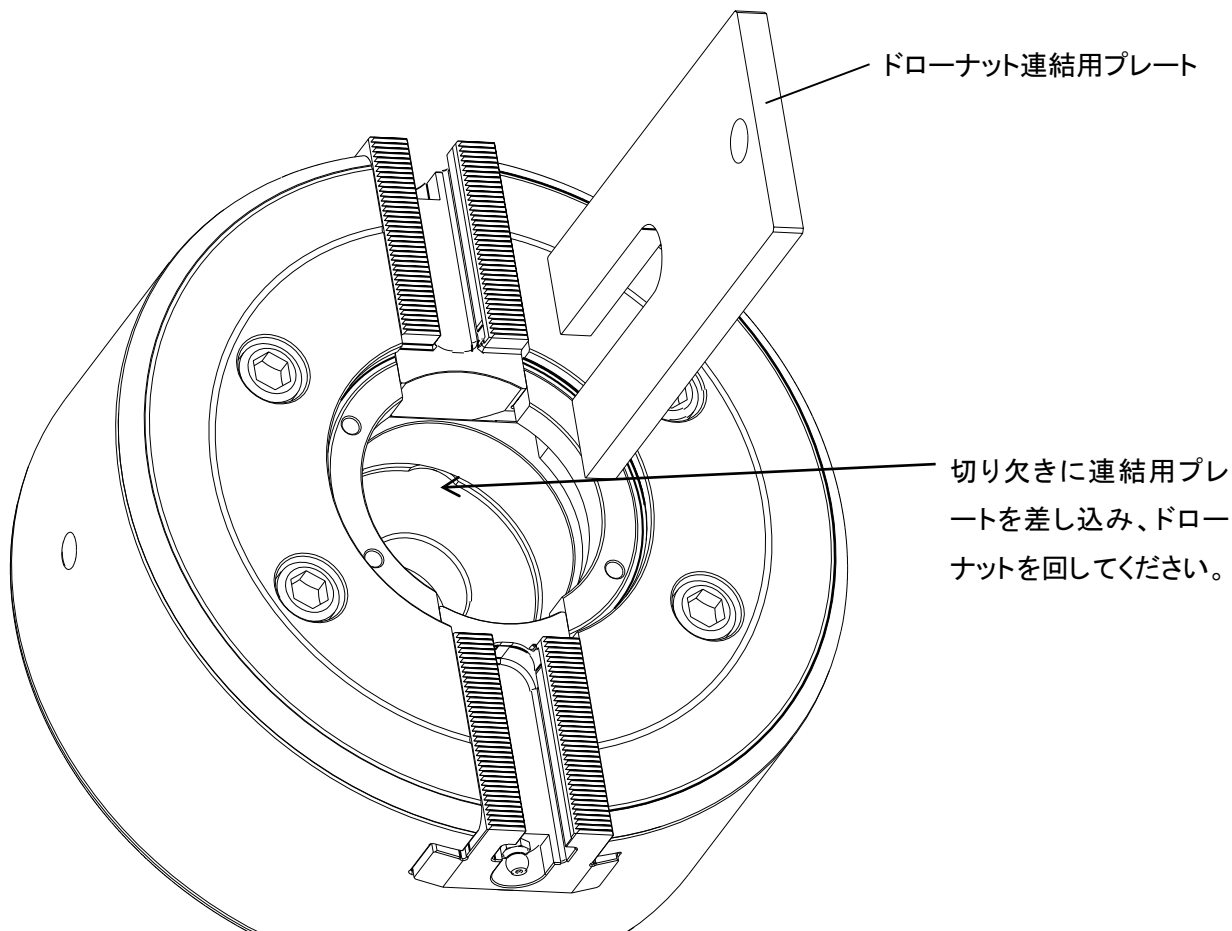

図 18
- ③ シリンダをスピンドルに取り付けてください。
- ④ シリンダの振れを確認し、異常が無いなら油圧ホースとドレンホースを取り付けてください。
- ⑤ 機械の電源を入れ、シリンダを 0.5MPa で 2～3 回作動させてください。異常が無いならピストンを前進端にして機械の主電源を切ってください。
- ⑥ チャックのソフトジョーとカバーを取り外してください。
- ⑦ 図 18 のように、ドローナット連結用プレートチャックの中心穴に挿入し、ドローナットを回しながらドローパイプに連結してください。スムーズにねじ込めない場合は無理にねじ込まず、ねじの傾き等を確認してください。
- ⑧ ドローナットを回し、チャックがスピンドル取付面に完全に密着する状態にしてください。
- ⑨ チャック取付ボルトを均等に、規定トルクで締め付けてください。(「2.安全に係わる重要警告事項」参照)